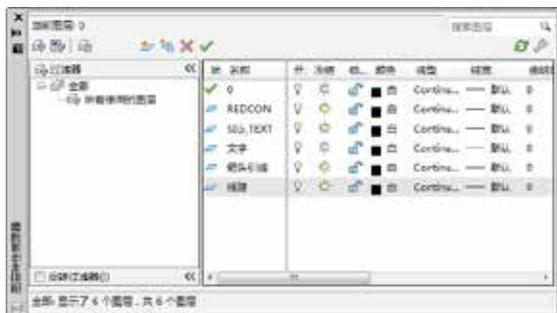

图3-45 新建图层
- 03 单击对话框上方的【新建】按钮, 依次创建【文字】、【箭头引线】和【线路】3个图层，如图3-45所示。